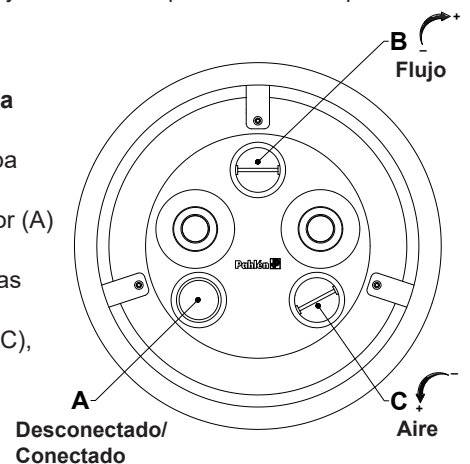

Figura 1. Vista frontal Jet Swim 2000
La bomba Jet Swim se arranca y se detiene con impulso de aire a través del pulsador (A) situado en el frontal de acero inoxidable. Vea la figura 1.
El flujo de agua puede regularse con el mando giratorio (B) situado sobre las boquillas de salida. Vea la figura 1.
Puede añadirse aire a los chorros de agua y regularse mediante el mando giratorio (C), situado debajo de las boquillas de salida. Vea la figura 1.